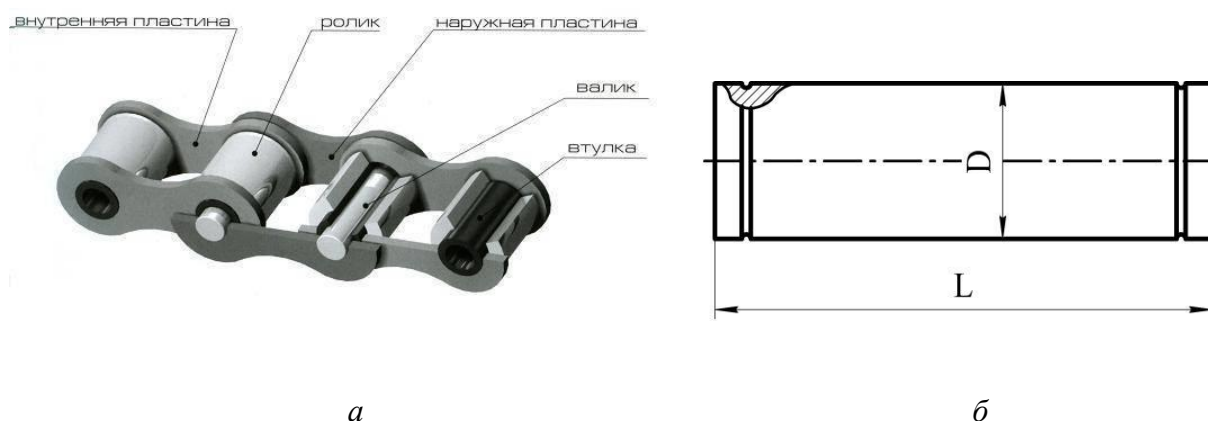

Рис. 1.11. Валик приводной цепи эскалатора:
11. Пользуясь «Марочником сталей и сплавов», выбрать марку стали для изготовления валика приводной цепи эскалатора (рис.1.11). Производство валиков серийное. При выборе стали использовать данные согласно выданному варианту домашнего задания (табл.1.11): основные размеры валика, твёрдость поверхности HRC в указанных пределах, предел текучести сердцевины $\sigma_{0,2}$ (не менее). Обосновать сделанный выбор стали, рекомендовать упрочняющую обработку валика, которая обеспечит его работоспособность в предлагаемых условиях.